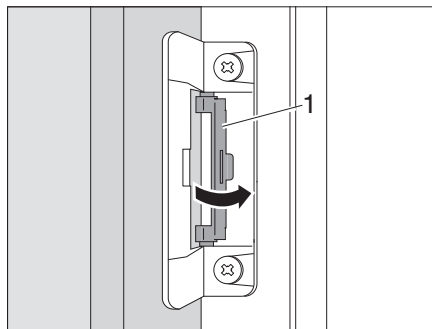

Fig. 332 Girar el bloqueo de vuelta a la posición inicial
*Sacar la posición de ventilación:* ■ Girar el bloqueo (Fig. 332,1) de vuelta a la posición inicial.